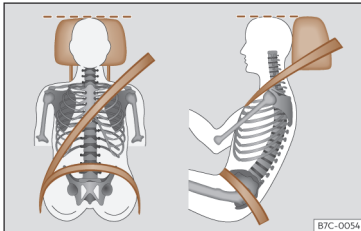

Abb. 14 Richtiger Gurtbandverlauf und richtige Kopfstützeinstellung.
- Kopfstütze¹⁾ so einstellen, dass sich die Oberkante der Kopfstütze möglichst auf einer Linie mit dem oberen Teil des Kopfs und in keinem Fall unter Augenhöhe befindet. Den Hinterkopf so nah wie möglich an der Kopfstütze positionieren»» **Abb. 14** .